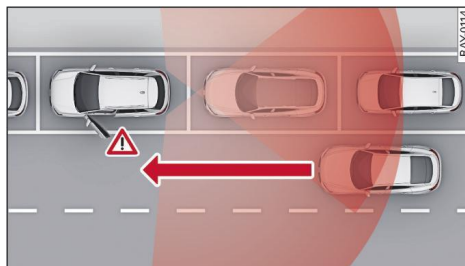

Fig. 120 Tráfico detectado que se está acercando
El aviso de peligro al bajar puede detectar, dentro de los límites del sistema, el tráfico que se aproxima desde atrás, como por ejemplo automóviles y ayudarlo al bajar del vehículo $\Rightarrow$ fig. 120. El sistema utiliza los datos de los sensores de radar dispuestos en las esquinas traseras del vehículo.
- La zona de detección de los sensores ⇒ *fig. 120* es una representación gráfica y no supone una representación a escala fidedigna del alcance de los sensores.